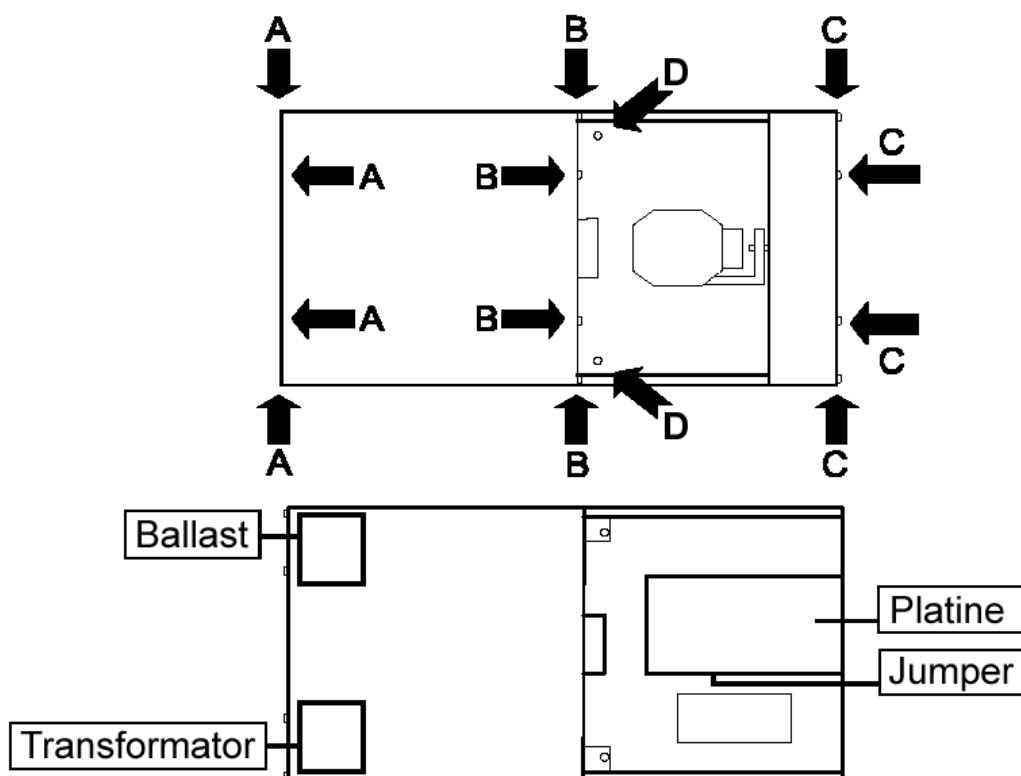

Abb.1: Position der Komponenten
1. Lösen Sie die 6 Schrauben mit der Bezeichnung „C“ und „D“, wie in Abb.1 dargestellt ist und entfernen Sie die gesamte Spiegeleinheit. Die Stecker der Motorkabel sollten dabei nicht abgezogen werden.
1. Lösen Sie die acht Schrauben mit der Bezeichnung „A“ und „B“, mit der die Lampenabdeckung fixiert ist (siehe Abb.1 im vorigen Abschnitt).